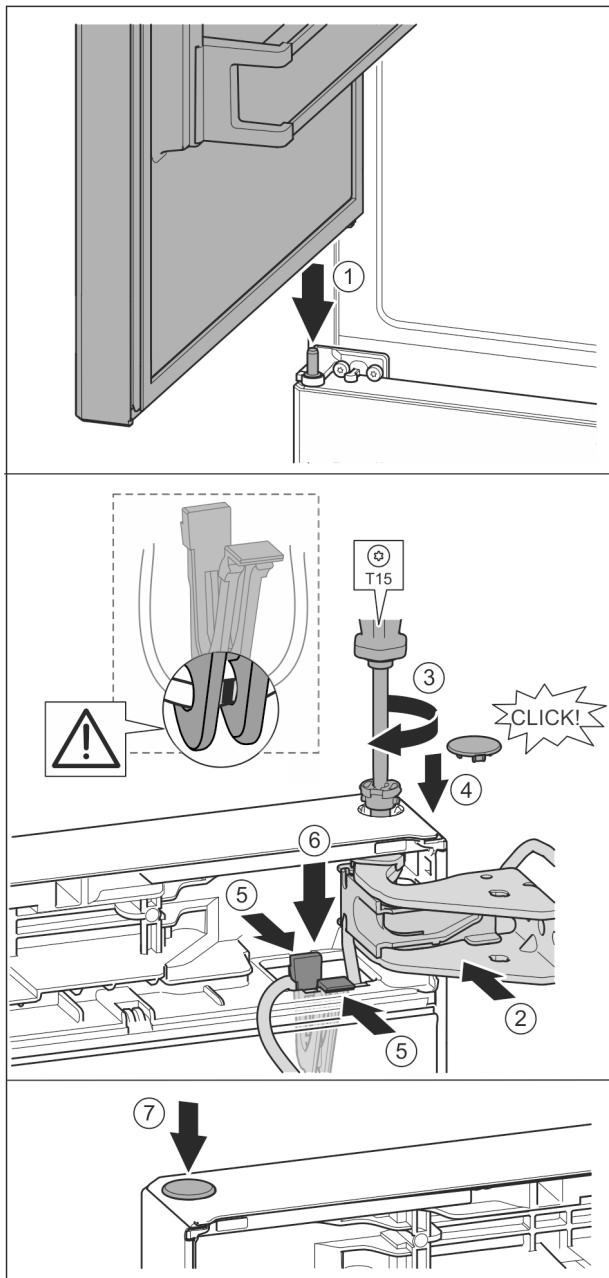

Fig. 36
- Obere Tür auf mittleren Lagerbolzen setzen Fig. 36 (1)
- Tür oben zur Öffnung im Lagerbock ausrichten. Fig. 36 (2)
- Bolzen einsetzen und mit Schraubendreher T15 fest-schrauben. Fig. 36 (3)
- Sicherungsabdeckung zur Sicherung der Tür montieren: Sicherungsabdeckung einsetzen und kontrollieren ob sie auf der Tür aufliegt. Ansonsten Bolzen vollständig einsetzen. Fig. 36 (4)
- Halter mit daran befestigtem Kabel in Öffnung einsetzen. Fig. 36 (5)
- Halter nach unten drücken bis die Lasche einrastet. Fig. 36 (6)
- Stopfen einsetzen. Fig. 36 (7)